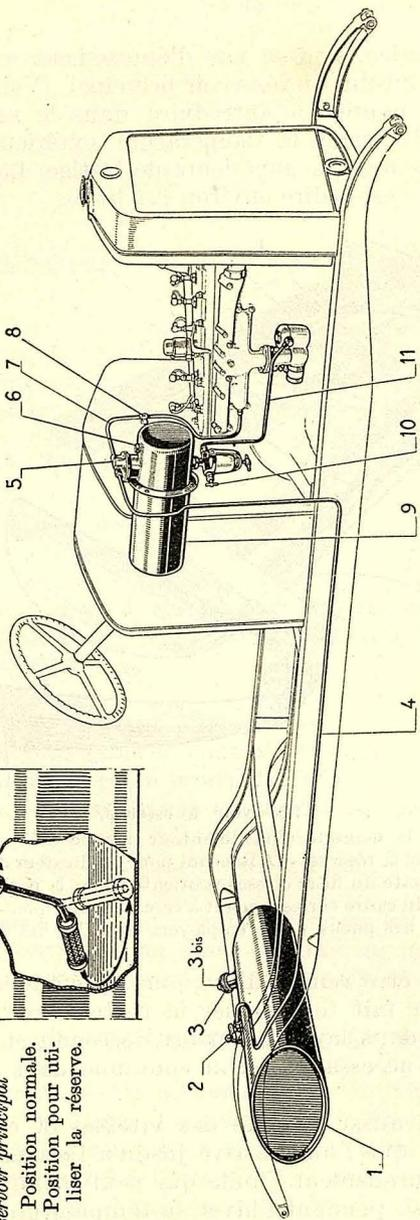

Fig. 17. — Schéma de l'alimentation d'essence.
**Ravitaillements.** — On commence par remplir le réservoir arrière qui contient 66 litres d'essence (dont 12 environ forment la réserve); ensuite on remplit la nourrice, placée sur le tablier, et qui contient à peu près 8,5 litres (fig. 17). Dans ce réservoir il y a l'éleveur d'essence à dépression, qui fonctionne dès que le moteur marche et maintient le niveau constant, de sorte qu'il suffit de remplir